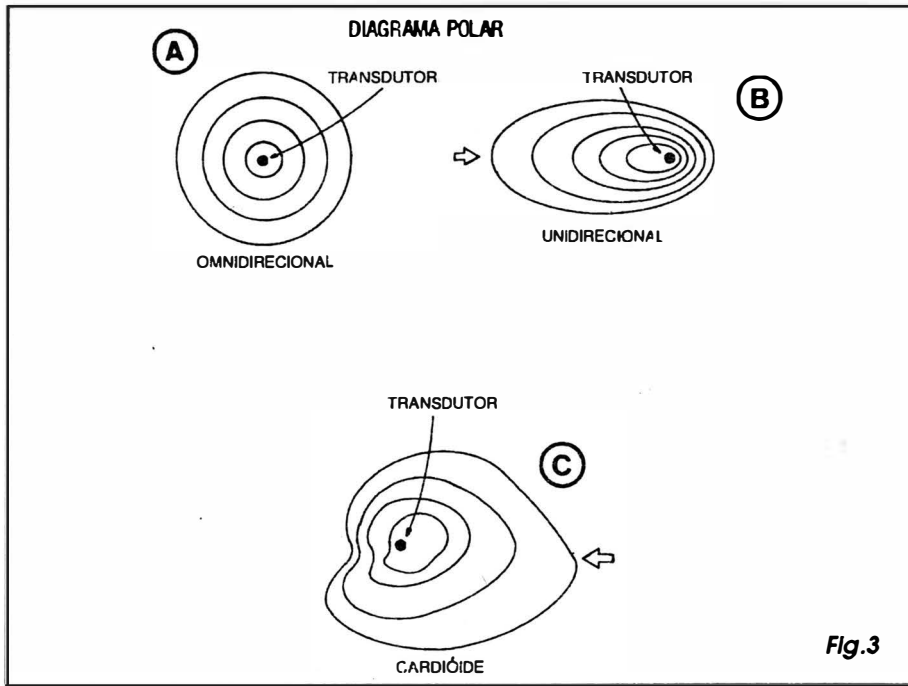

Fig.3
- FIG. 3 - A DIRECIONALIDADE (DIAGRAMA POLAR) DOS TRANSDUTORES... - Outra importante característica ou parâmetro a ser considerado nos